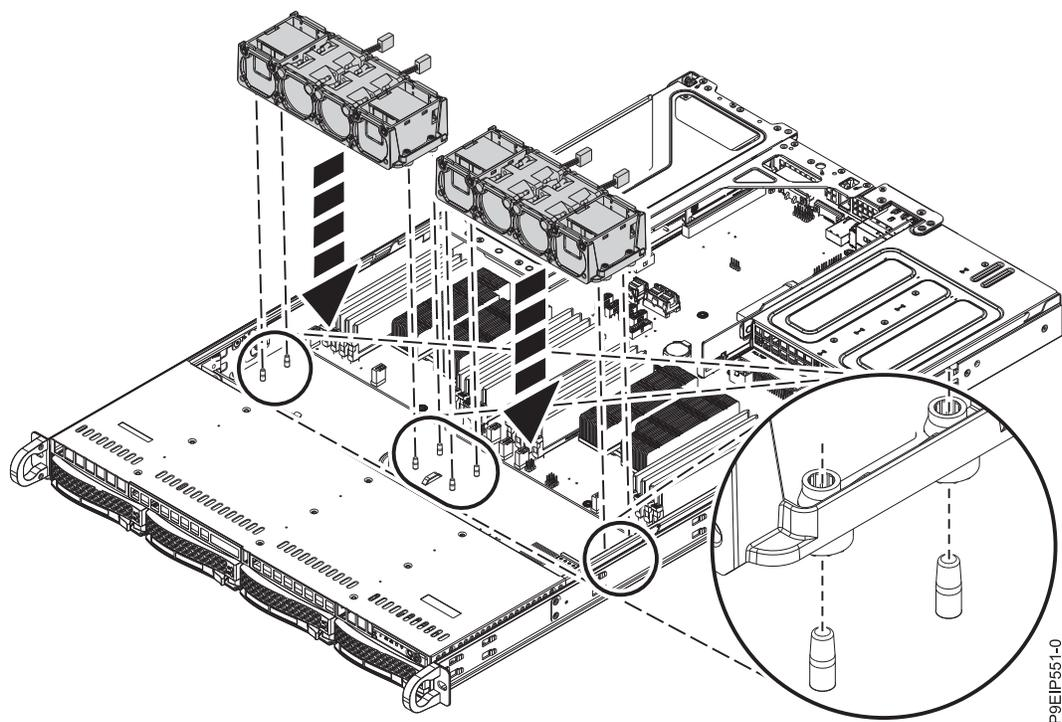

Figura 17. Alineación del receptáculo del ventilador
3. Sustituya el receptáculo del ventilador en el chasis. Alinee los orificios en el receptáculo del ventilador con las patillas de la parte inferior del chasis, como se muestra en la Figura 17 en la página 23. Para el receptáculo del ventilador cerca del interruptor de la cubierta, aparte temporalmente los cables del interruptor de la cubierta. Cuando el receptáculo del ventilador está colocado en el sistema, vuelva a colocar los cables junto al receptáculo del ventilador.